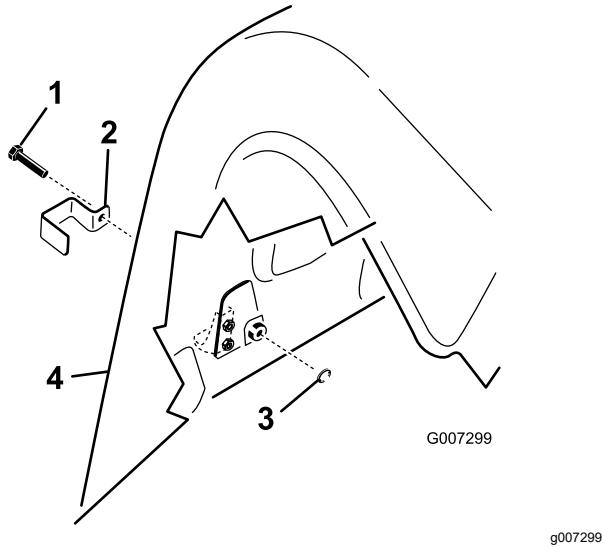

Figure 18
1. Sur le modèle ProCore 864, fixez une patte de verrouillage par dessus les fermetures de capots supérieures et inférieures arrière gauches et droites à l'aide d'un boulon (4 en tout); voir Figure 18.
2. Sur le modèle ProCore 1298, fixez une patte de verrouillage par dessus toutes les fermetures de capot inférieures arrière et la fermeture supérieure extérieure des capots arrière droit et gauche avec un boulon (3 par tête d'aération, 6 en tout); voir Figure 18.
3. Avec une pince ou une clé réglable, vissez une rondelle de blocage interne sur chaque boulon (1 à 2 filets) pour fixer la fermeture (Figure 18).